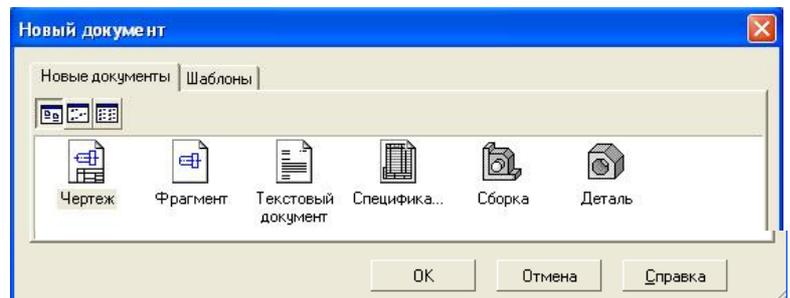

Рисунок 9.5 - Диалоговое окно для выбора типа документа
- 2) в появившемся диалоговом окне (рис. 9.5) щелкнуть мышью по пиктограмме документа, который нужно создать, – **Чертеж**.